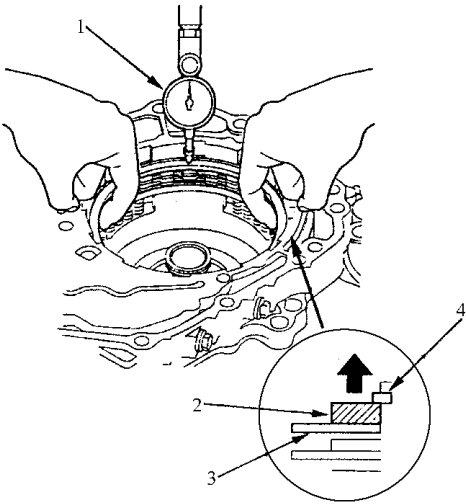

图 5-127 在倒档制动器底板上放置百分表
14) 如图 5-127 所示，在倒档制动器底板上放置百分表。